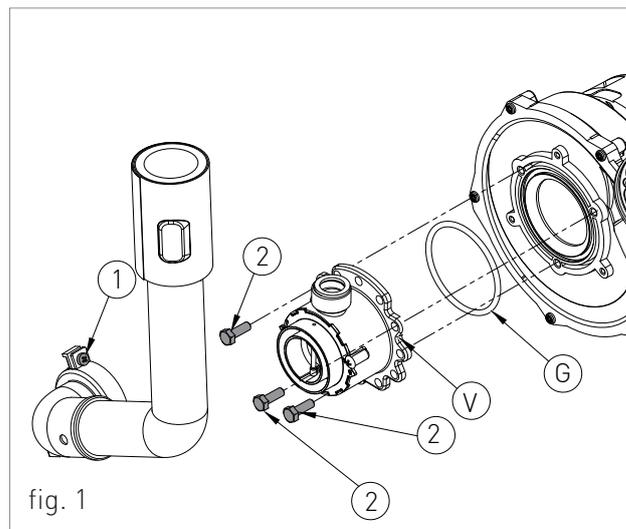

fig. 1
- › soltar los dos tornillos '1' (fig.1) de la brida de sujeción, y retirar el tubo de aspiración de aire;
- › soltar los tres tornillos '2' (fig.1) del venturi 'V' (fig.1) utilizando una llave del 10, como se muestra en la figura 2;
- › volver a montar los componentes en orden inverso a su desmontaje y asegurarse que la junta 'G' se monta como se indica en la fig.1;